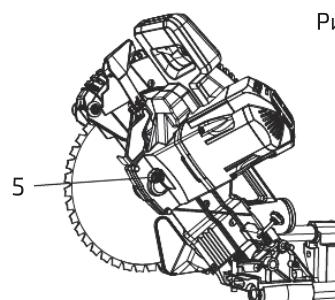

Рис. 47
4. Надавить на кнопку блокиратора шпинделя (5), удерживая ее и одновременно поворачивая гаечный ключ диска против часовой стрелки (рис. 47).